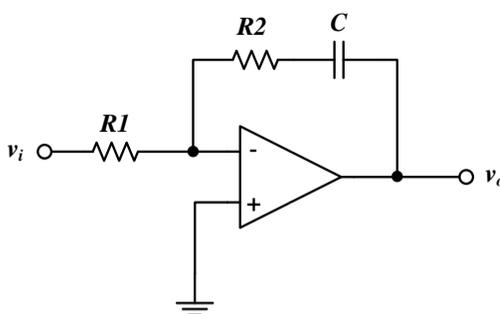

Figura 14
24. Observe o circuito da figura 14.